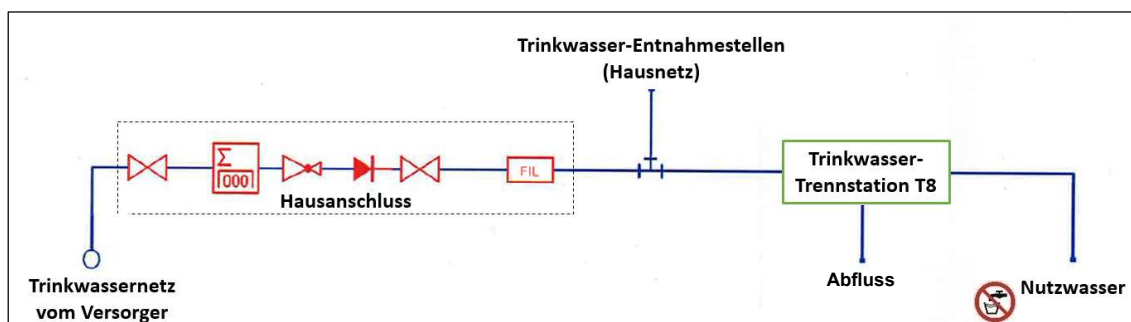

Abbildung 6 Einbausituation Sinnbildliche Darstellung
- Die Trinkwasser-Trennstation T8 muss nach dem Hausanschluss angeschlossen werden. Falls eine Trinkwasser-Entnahmestelle (Hausnetz) vorhanden ist, wird die T8 nach dem Trinkwasser-Abgang (Trinkwasser-Entnahmestelle) angeschlossen (siehe Abb. 6). Der Hausanschluss besteht mind. aus einer Absperrarmatur, einem Wasserzähler, einem Druckbegrenzer, einem Rückflussverhinderer, einer weiteren Absperrereinrichtung mit Entleerung sowie einem Feinfilter, die der Trinkwasser-Trennstation vorzuschalten sind.